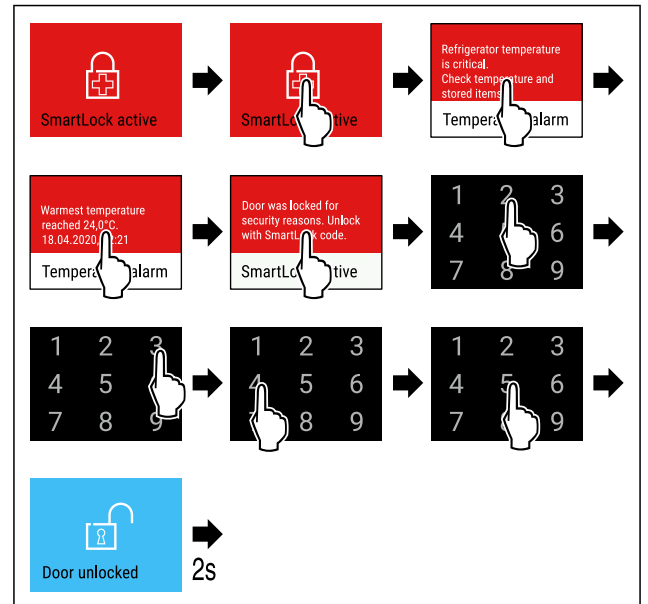

Fig. 86
- ▶ Seguir los pasos de procedimiento (consulte Fig. 86).